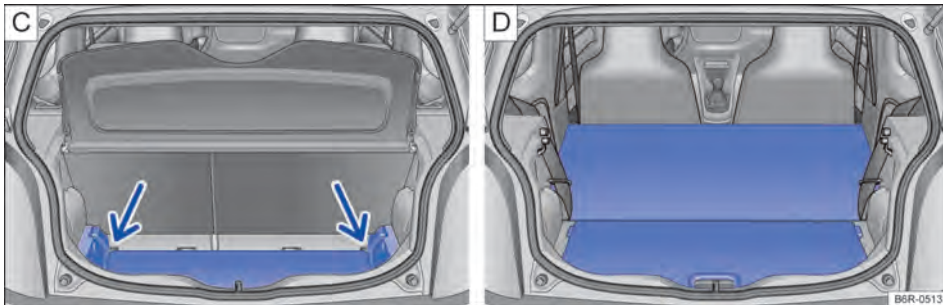

Fig. 96 C: expandir o compartimento de bagagem para baixo. D: expandir o compartimento de bagagem para frente.
- Levantar o assoalho do compartimento de bagagem e empurrar para baixo para a guia → Fig. 96 C (setas).